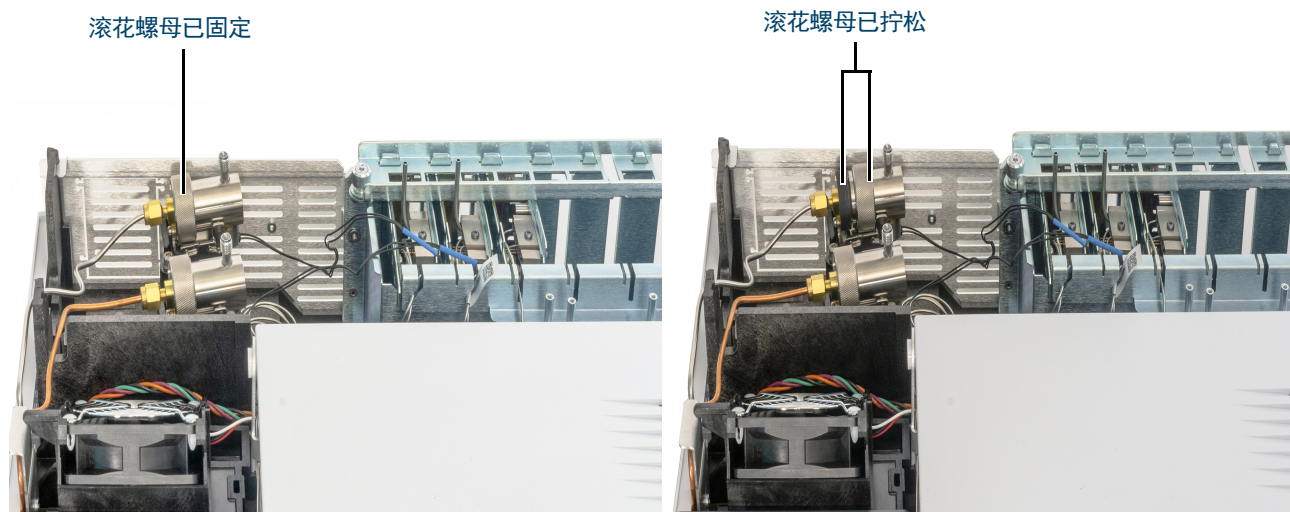

图 38. 拧松滚花螺母
- 4 完全拧松固定分流出口捕集阱的滚花螺母，如图 38 中所示。